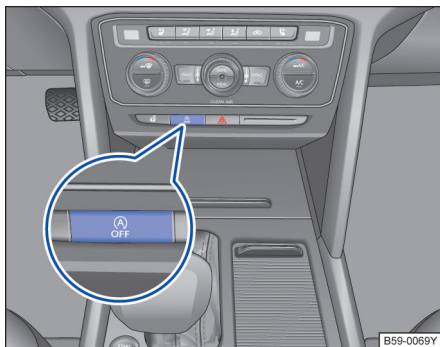

图 201 启停系统按钮
- 按两次按钮 **OFF** → 图 201。
- 按下按钮 **OFF** → 图 201。